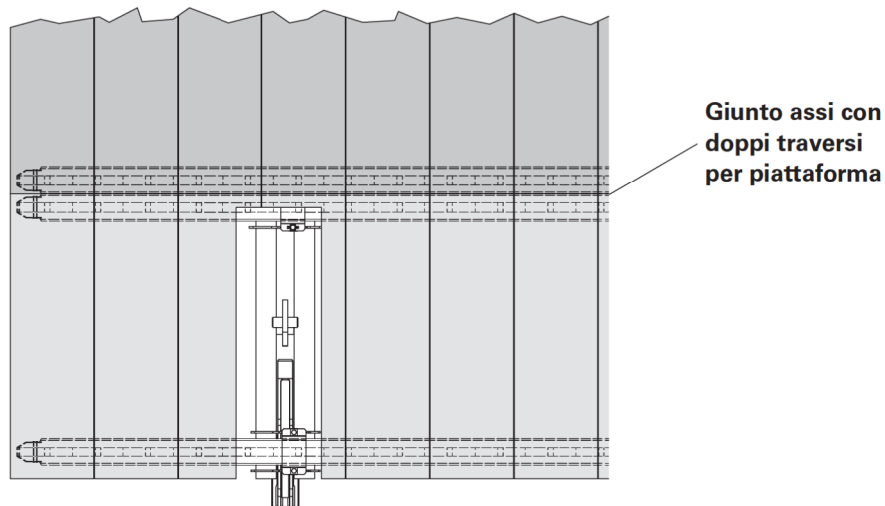

Fig. B2.10
- Realizzare i giunti degli impalcati di calpestio sempre con doppi traversi per piattaforma. (Fig. B2.10)